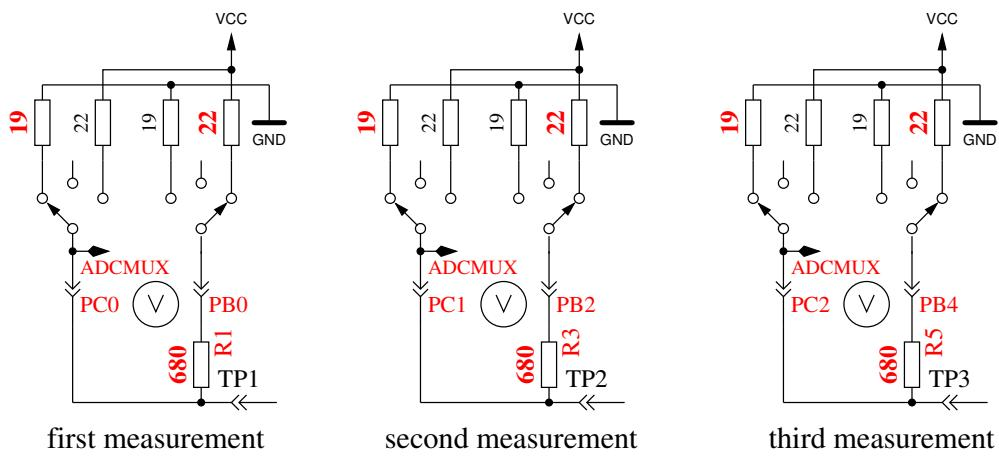

Рис. 5.63. Измерение внутреннего сопротивления порта С подключением выходных контактов к GND
8. Измерение внутреннего сопротивления порта подключением выходных контактов к GND. Этот и следующие тесты будут проведены, если выбрана опция AUTO_CAL. Внутреннее сопротивление порта C с выходами, подключенными к GND, измеряется по току через подключенные к VCC ($+5 \text{ V}$) резисторы 680Ω , смотри рисунок 5.63. Могут быть измерены только три вывода порта АЦП. Внутреннее сопротивление портов B (PB0, PB2 и PB4) не может быть измерено без изменения аппаратных средств. Будем считать, что внутреннее сопротивление порта для различных портов практически одинаково. Величина сопротивления будет определена в следующем тесте.